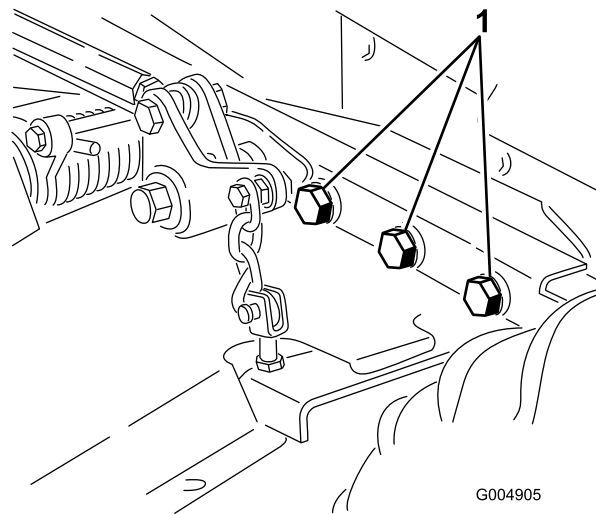

図 77
4. ボルトナット類にゆるみながいか点検し、必要な締め付けを行う。特に、刈り込みデッキをトラクションユニットに固定しているボルト（6本）については、確実にトルク締めする（359 Nm=36.6kg·m=265 ft·lb）（図 77）。